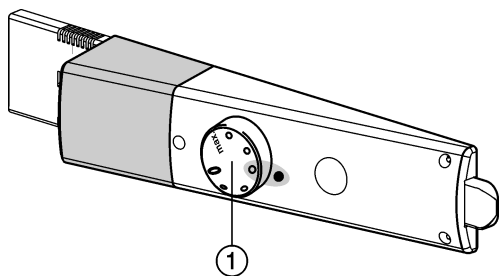

Fig. 2
- ▶ Повернути регулятор температури *Fig. 2 (1)* вправо з позиції 0 в позицію 3.
- ▶ Повернути регулятор температури *Fig. 2 (1)*.